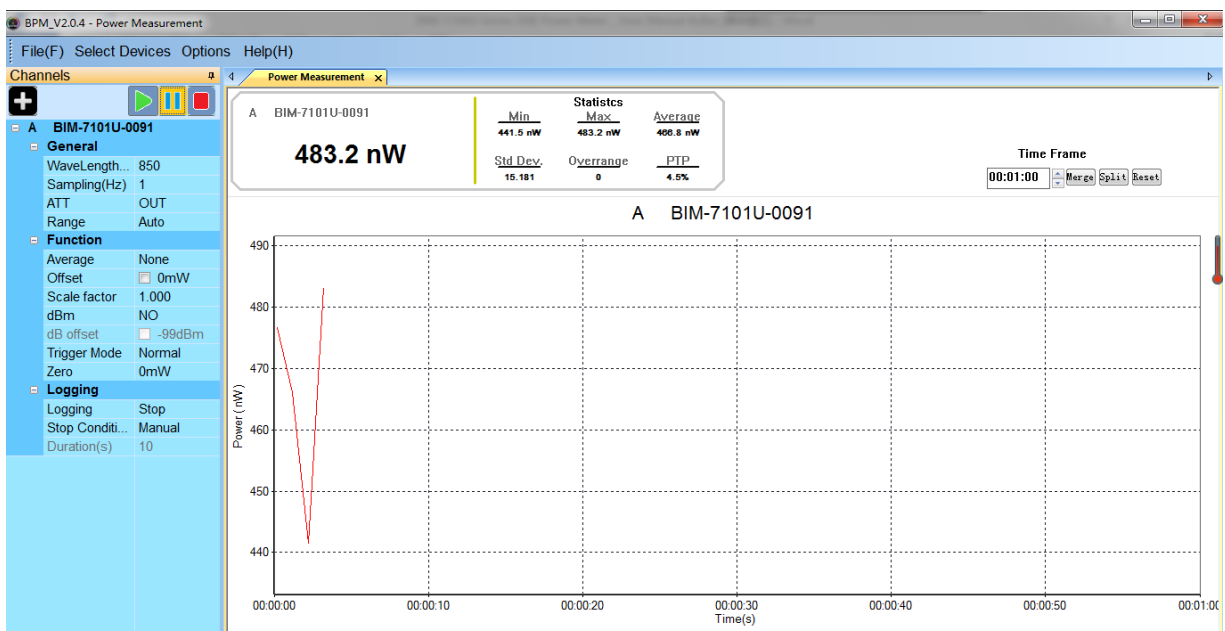

图 5-3 测量界面
(3) 点击“Add”按钮，选择设备运行，出现如下图 5-3 界面，选择需要测量的波长及相应的设置开始测量。具体软件操作可以参考“功率计应用软件操作手册”。